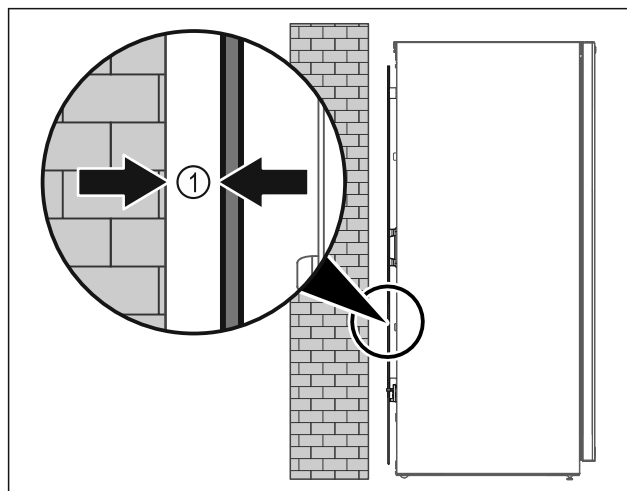

Fig. 65
- ▶ Állítsa fel a készüléket szabadon a helyiségben, vagy közvetlenül a fal mellé legalább 5 mm Fig. 65 (1) minimális távolságban.